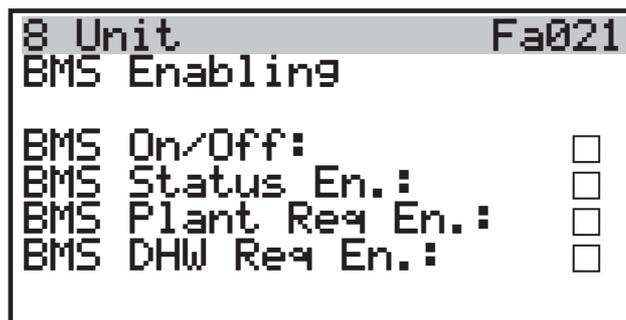

Figura 5.4
- 3 Funzioni seriale BMS disabilitate - menu **Fa021** (Figura 5.4).